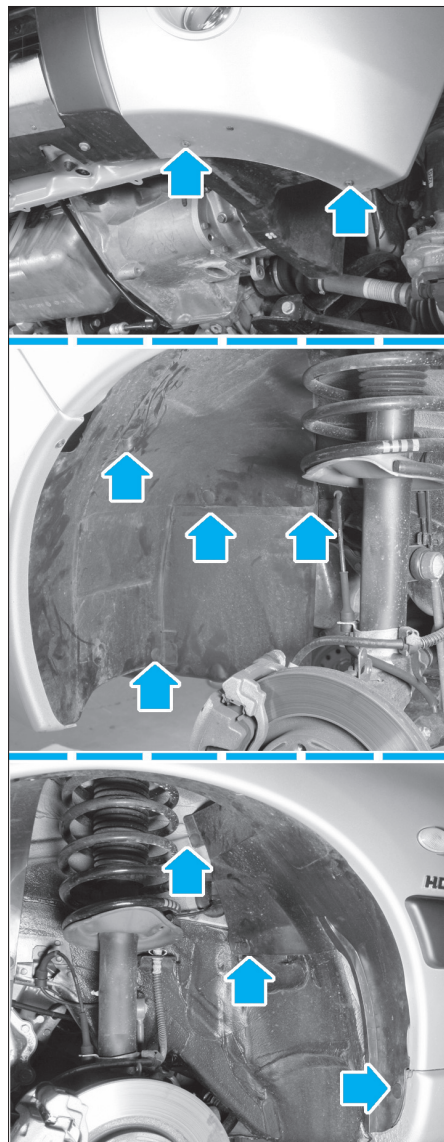

FIG. 3
- Dégager les pare-boue (Fig.3).
- le pare-boue (Fig.3),